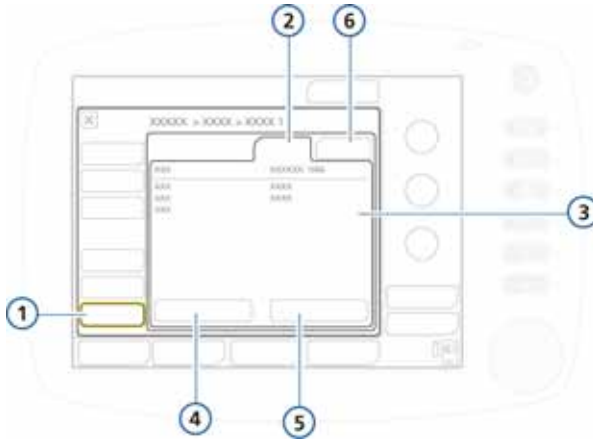

图 I-17. SW options 选项卡
2. 触摸所需选项卡：**SW options** 适用于软件，而 **HW options** 适用于硬件。请参阅图 I-17。